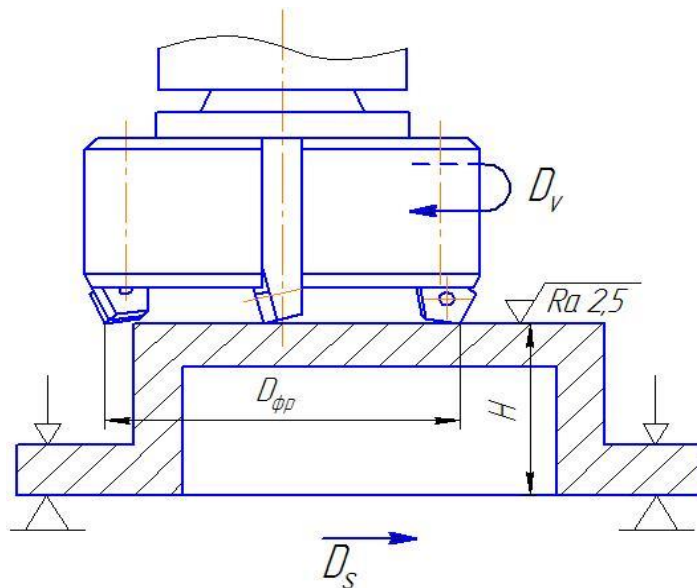

Рисунок 1.3 – Схема обработки корпусной детали на вертикально-фрезерном станке
1.1 Определить вид и величину погрешности обработки корпусной детали на вертикально-фрезерном станке с крестовым столом, смотри рисунок 1.3, если ось вращения шпинделя не перпендикулярна к рабочей поверхности стола: